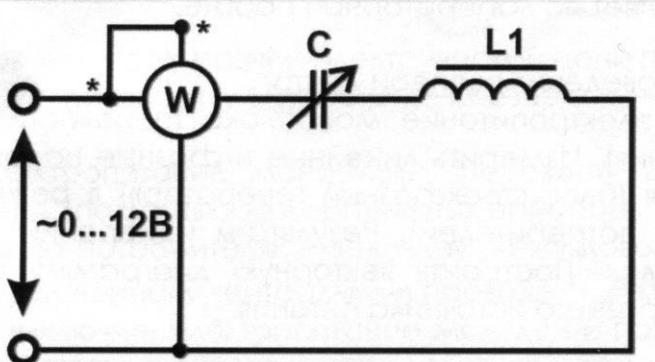

Рис. 3.2 Исследование нелинейной цепи переменного тока.
3.5 Собрать электрическую цепь с последовательным соединением катушки с ферромагнитным сердечником L_1 и конденсатора C (рис. 3.2). Представить схему для проверки преподавателю.